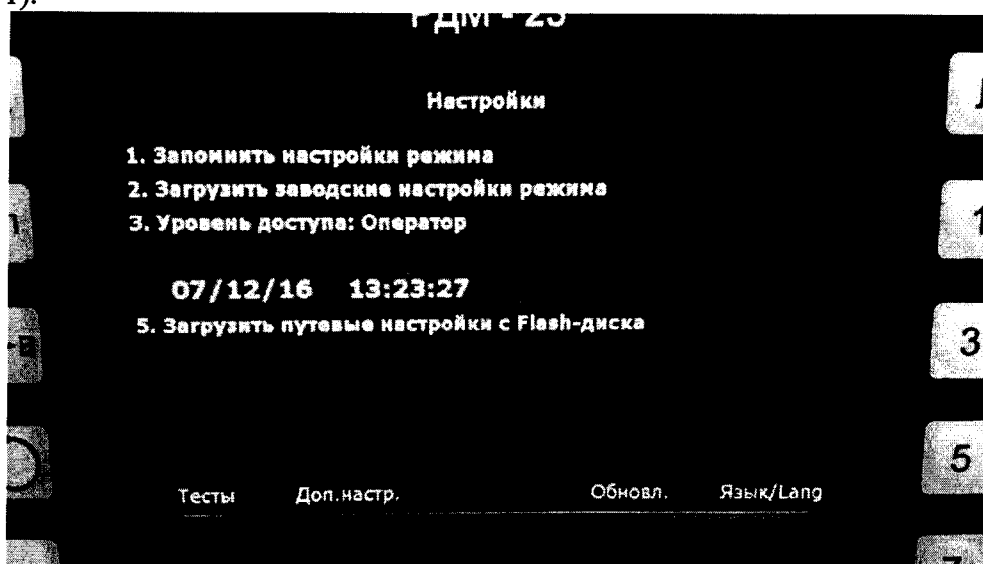

Рисунок 1.
8.2.3 В появившемся меню с помощью клавиши F1 выбрать вкладку Тесты (Рисунок 1).